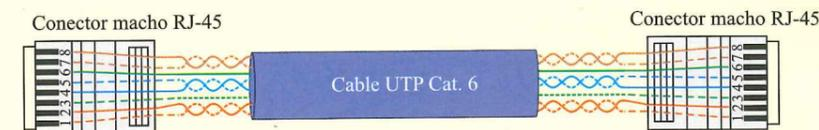

Figura 6.90. Cable de conexión directa.
6.4. Fabricación de un cable de conexión directa. Realiza el montaje de un cable de pares trenzados de conexión directa, como el de la Figura 6.90 cuya conexión se realizará pin a pin en un conector RJ-45 macho en ambos extremos, según el esquema de conexionado escogido (EIA 568B o 568A). Una vez finalizada la conexión en ambos extremos, comprueba que el mapeado de cable sea correcto y realiza una prueba de certificación de red para comprobar que las prestaciones del cableado realizado cumplen con las normas de referencia.